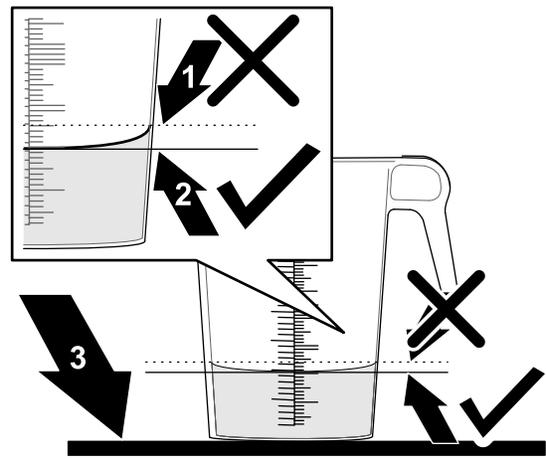

Figura 36
6. Ponga el recipiente graduado en una superficie nivelada y observe el volumen de fluido (Figura 36).